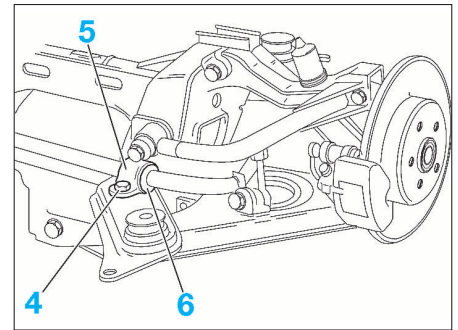

FIG. 62
- les vis (4) de chapeaux de paliers (Fig.62).
- les chapeaux de paliers (5).
- les paliers de barre stabilisatrice (6).